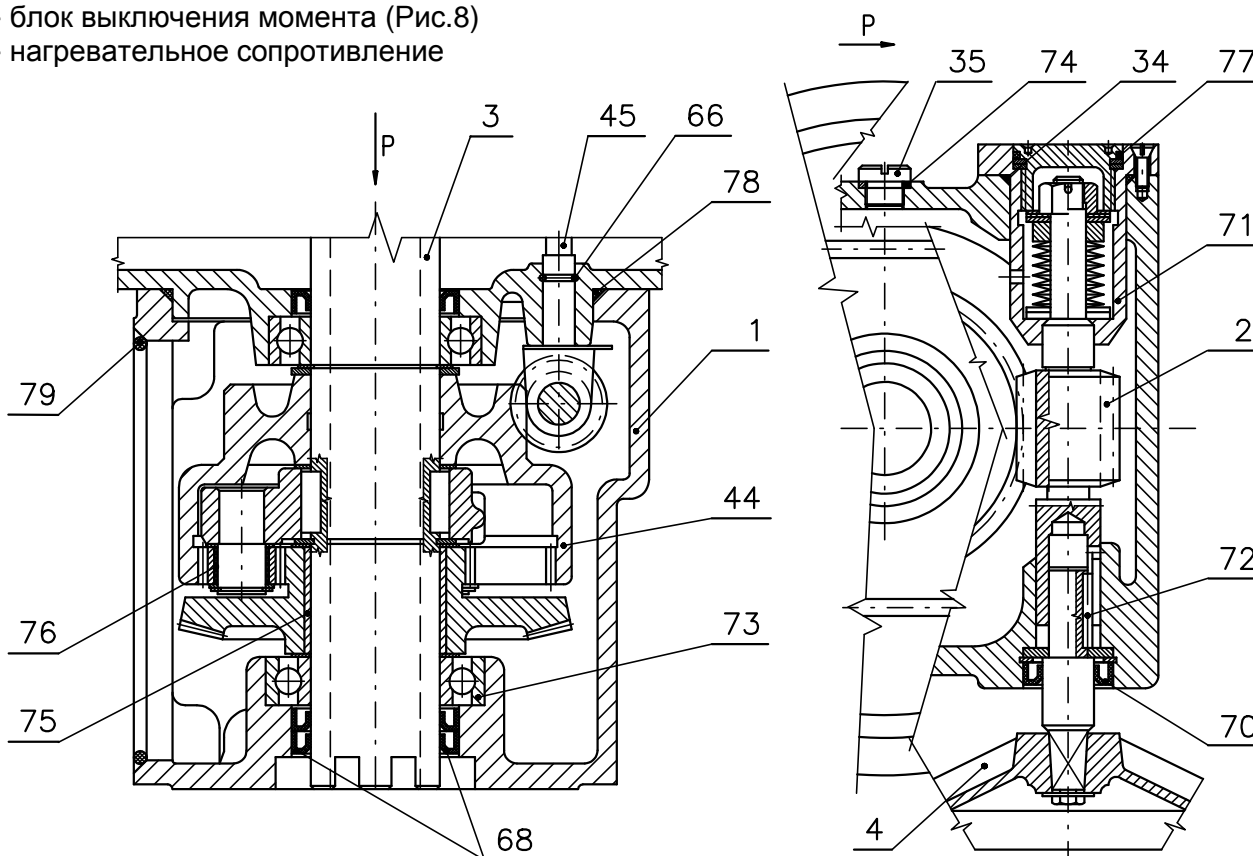
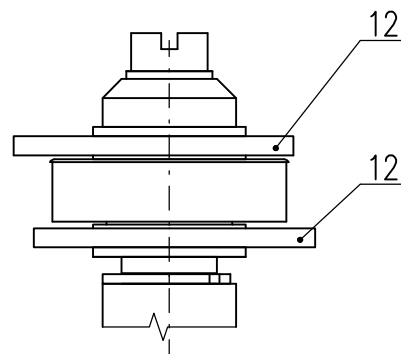

Рис. 2
Рис. 8
Модуль M3 – силовая передача с ручным управлением (рис.2)
- блок выключения момента (Рис.8)
Блок кулачков (рис.8) образован двумя передвигными кулачками (19) и (22), находящимися на валу управления момента (45) (рис.2). Размер поворота кулачков является мерилем размера выключающего усилия.